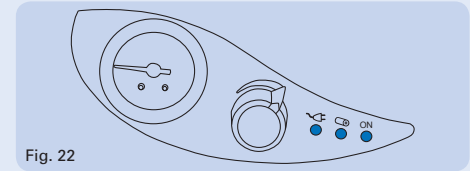

Fig. 22
a) Analog secretion aspirator M20 (see fig. 22)